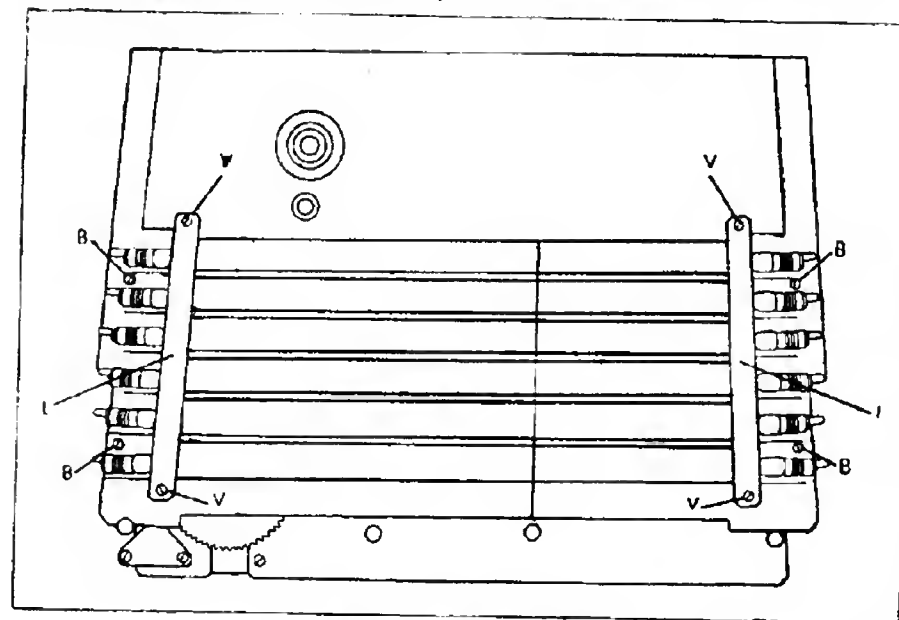

Fig. 1. - Telaio della scala.
- 3) si sfilava il telaio metallico con precauzione, che, dopo tale operazione, si presenterà, come illustrato in fig. 1;
- 4) per sostituire una delle stecche, occorre togliere le quattro viti (V) che fissano i due listelli metallici (L), dopo di che le singole stecche di cristallo si liberano facilmente;
- 5) dopo la sostituzione occorre controllare che i segni (O) sulle singole stecche siano ben allineati e vengano coperti dall'indice, allorché il condensatore variabile si trova in posizione « chiuso » (v. anche prelimitari per l'istruzione di taratura);
- 6) dovendo sostituire la funicella di comando, è necessario togliere il pannello della scala, svitando i quattro dadi che lo fissano al telaio dell'apparecchio. I dadi non sono visibili in figura, perché si trovano dalla parte opposta, verso l'interno dell'apparecchio, in corrispondenza delle viti (B);